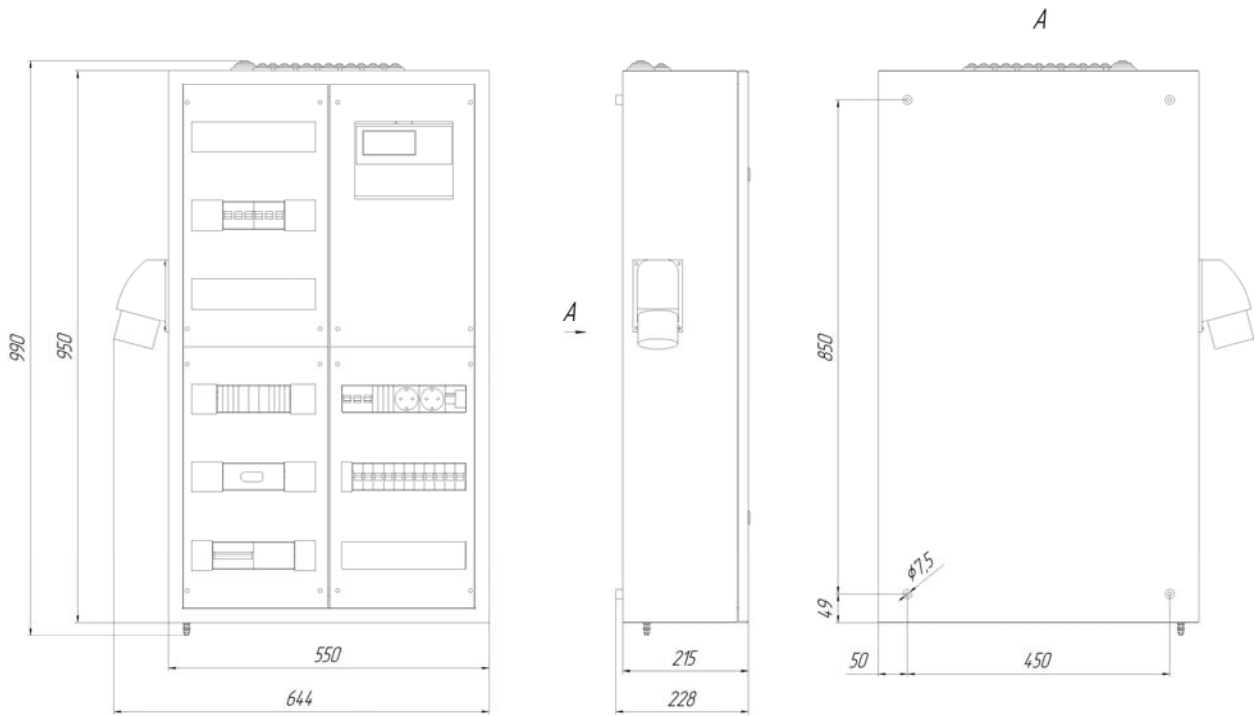

Рис. 1.
2.4 Габаритные размеры щита указаны на рис. 1.